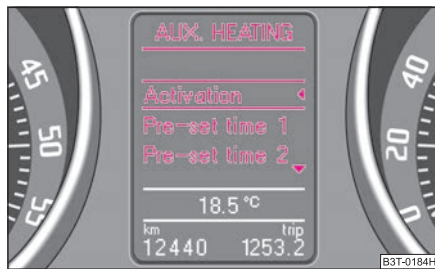

Abb. 116 Informationsdisplay: Aux. Heating (Standheizung)
- Im Menü **Aux. heating (Standheizung)** ⇒ **Abb. 116** wählen Sie das Menü **Weekday (Wochentag)** aus und stellen den aktuellen Tag ein.